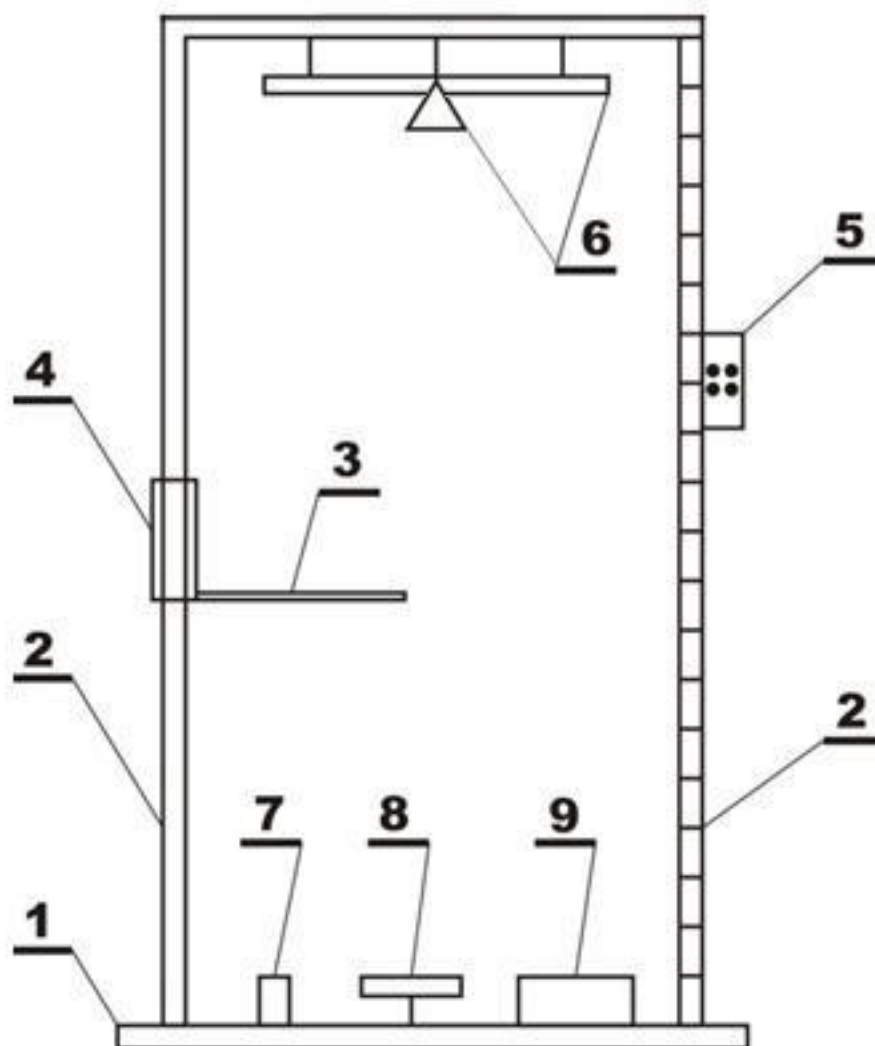

Рис. 1. Схема внешнего вида осветительной установки
1. Включите лабораторную установку регулятором напряжения на панели управления 5 (рис. 1).
3. Разместите ЛП по центру площадки (рис. 1(3)).
4. Площадку (3) при помощи подвижной втулки установите на отметке 0 см.
5. Регулятором напряжения (8) установите напряжение по заданию преподавателя (в диапазоне от 50 до 260 В).
8. Опуская площадку (3) с ЛП, измерьте освещенность при расположении датчика на высотах от 10 до 170 см.
3. Разместите ЛП по центру площадки (3).
4. Площадку (3) при помощи передвижной втулки установите на отметке, заданной преподавателем (в диапазоне от 0 до 170 см).
5. Регулятором напряжения (8) установите напряжение 260 В.
6. Включите лампу накаливания выключателем (5).
8. Уменьшая напряжение с интервалом 10 В (260 В, 250 В, 240 В...) поворотом регулятора (8) против часовой стрелки произведите измерение освещенности при различных напряжениях.